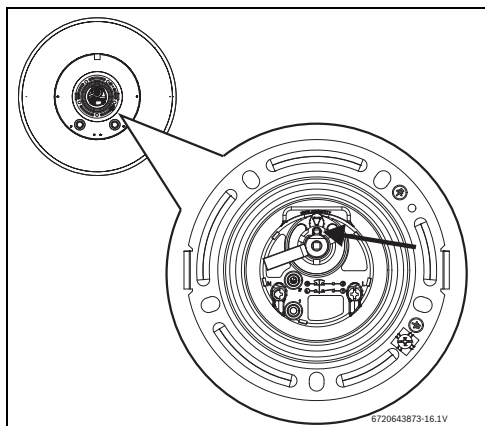

Fig. 15 Botón de rearme
- ▶ Presionar completamente el botón de rearme (→ Fig. 15).